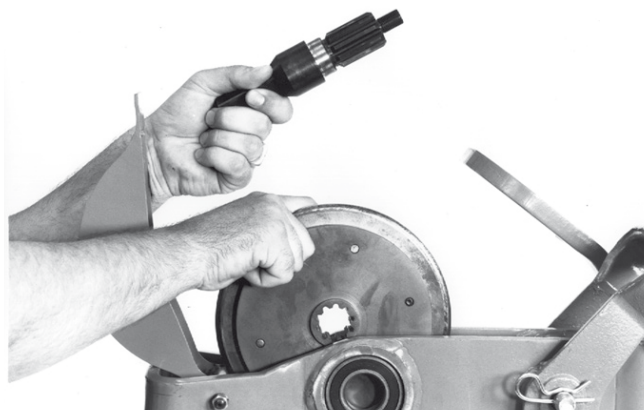

Рис. 12 – Демонтаж узла отрезного диска
- с. Удерживая узел отрезного диска, вытяните приводной вал и поднимите узел отрезного диска через верхнюю часть поворотной консоли (рис. 12). При необходимости слегка обстучите молотком или гаечным ключом квадратный хвостовик с противоположной стороны, чтобы сдвинуть узел для снятия.
ПРИМЕЧАНИЕ. В случае составного отрезного диска снимите ступицу на отрезном диске. Найдите три (3) установочных винта со стопорными шайбами и снимите их, используя торцевой ключ на $\frac{1}{4}$ " (поставляется в комплекте с труборезом). Снимите крышку, закрывающую отрезной диск. Замените изношенный отрезной диск на новый (рис. 12). Установите крышку на место и затяните установочные винты торцевым ключом.